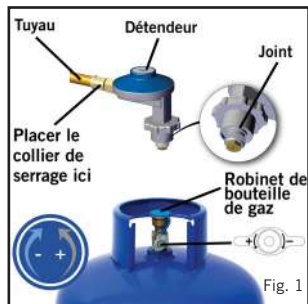

Fig. 1
- L'état d'usure et de détérioration du tuyau et du joint du détendeur doit être vérifié avant chaque utilisation et avant de raccorder la bouteille de gaz (voir Fig. 1).
- Effectuer ce contrôle à chaque fois que vous raccordez l'appareil à une bouteille de gaz (voir Fig. 1).